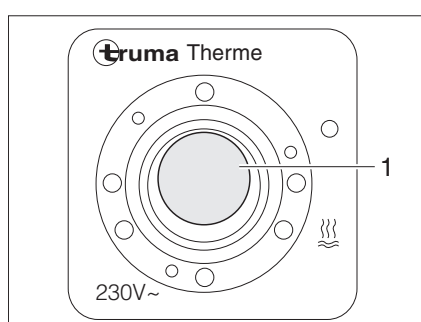

Fig. 127 Commutateur de commande du Therme
Le commutateur de commande (Fig. 127) permet la mise en service en mode de fonctionnement électrique. Le voyant de contrôle (Fig. 127,1) placé sur le commutateur doit s'allumer.
- Mettre le commutateur de commande (Fig. 127) en marche. Le voyant de contrôle (Fig. 127,1) placé sur le commutateur s'allume.
- Mettre le commutateur de commande (Fig. 127) hors circuit. Le voyant de contrôle (Fig. 127,1) placé sur le commutateur s'éteint.
- Mettre le commutateur de commande (Fig. 127) hors circuit. Le voyant de contrôle (Fig. 127,1) placé sur le commutateur ne s'allume pas.